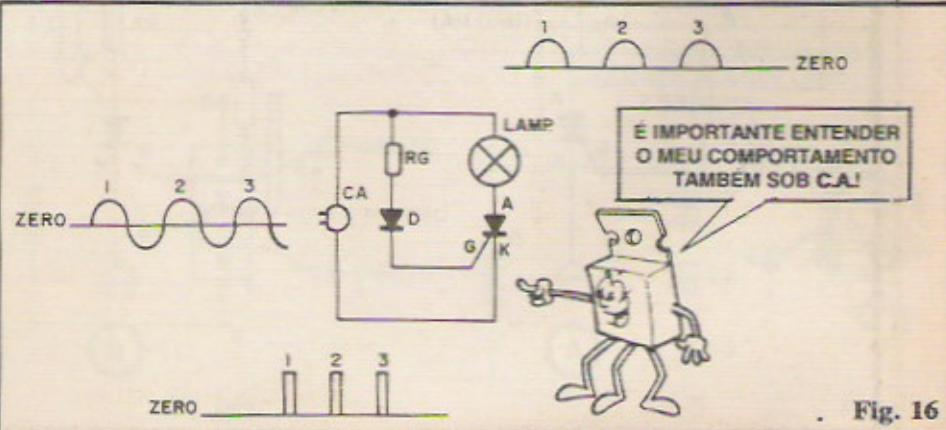

Fig. 16
- FIG. 16 - O SCR em CA. Até o momento falamos e mostramos estruturas de polarização e alimentação baseadas unicamente em Corrente Contínua, com positivo e negativo fixos e definidos... Entretanto, com qualquer diodo, o SCR pode também trabalhar sob alimentação de Corrente Alternada! Conforme mostra o diagrama, a carga/lâmpada acoplada ao anodo pode ser controlada pelo SCR, bastando lembrar de alguns pequenos cuidados e condições... Primeiro: sob nenhuma hipótese, num SCR, o terminal de gate G pode ficar, ainda que momentaneamente, negativo com relação ao catodo K... Assim, se mesmo o sinal de controle for aproveitado da eventual alimentação CA (como no diagrama), é importante intercalar-se o diodo D de proteção, de modo que apenas condições positivas possam atingir o terminal G. Segundo: notem que um SCR é um dispositivo de "mão única", ou seja: ele não conduzirá corrente quando seu anodo/catodo se encontrarem inversamente polarizados! Assim, no caso do arranjo, mesmo mantendo-se o SCR "ligado", a lâmpada acoplada ao anodo apenas será energizada nos semi-ciclos positivos da CA! Una lâmpada de 100W, num exemplo,